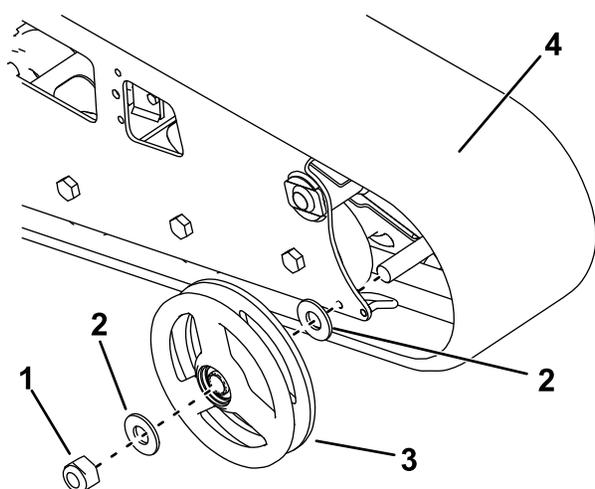

図 60
7. 外側の前ホイールを固定しているナット外して右ホイールを取り外す 図 60。
8. クローラを取り外す 図 60。
9. 外側ホイールそれぞれの左右それぞれの側から大きなワッシャ各側1枚、合計2枚を外す 図 60。
12. 新しいクローラを取り付ける 図 60。
13. 先ほど取り外したナットで、外側前ホイールを元通りに取り付ける 図 60。